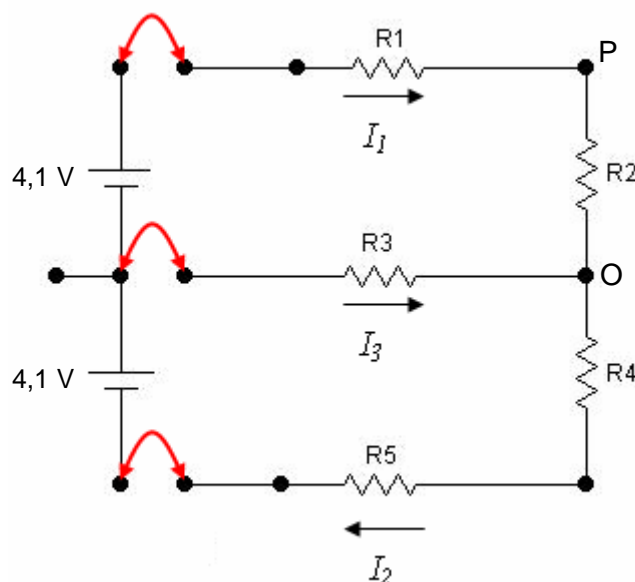

Figura 2. Circuito de corriente continua utilizado.
**CIRCUITO UTILIZADO (Figura 2):** Circuito de dos mallas. Consta de dos fuentes de alimentación de tensión continua (para cada una de ellas se adopta un valor nominal de la FEM de 4,1 V) y cinco resistores (con valores seleccionables por medio de llaves rotativas).
Si se marcan los extremos de un componente con las letras P y O (ver Figura 2), la d.d.p  $V_P - V_O = V_{PO}$  significa que se determina el trabajo por unidad de carga para llevar una carga de prueba desde el punto O al punto P. Este valor puede ser positivo o negativo.